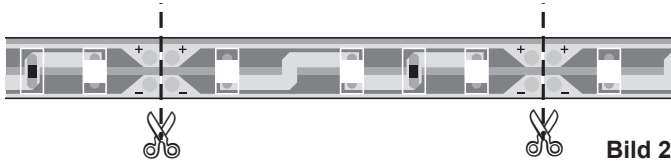
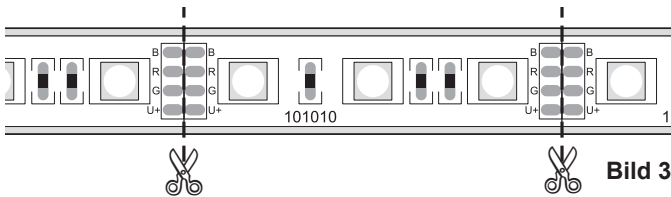

Bild 2
Bild 3
2. LED-Platine, falls erforderlich, kürzen (Bild 2).
1. LED-Platine, falls erforderlich, kürzen (Bild 3).
LED-Platinen können jeweils nach drei LEDs getrennt werden (Bild 2+3).
1. LED-Platine an der markierten Stelle durchschneiden (Bild 2 einfarbig, Bild 3 RGB).